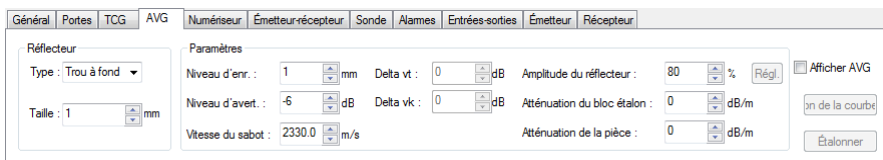

Figure 4-42 Onglet AVG de la barre de dialogue Réglages Ultrasons
2. Sélectionnez l'onglet **AVG** dans la barre de dialogue **Réglages ultrasons** (voir la Figure 4-42 à la page 281), et puis suivez la procédure suivante :